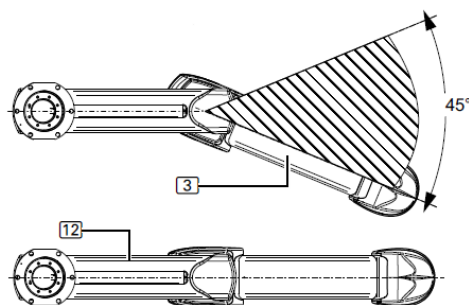

Fig.68 Sistema de doble brazo doble y rodamiento de fricción entre brazos
- Para las versiones con brazo doble y rodamiento de fricción entre ambos se recomienda montar 2 topes de bola (3) (véase Fig.68). La representación detallada ilustra el cojinete intermedio (11) (sin anillo externo) y la posición del tornillo de tope (1) en los topes de bola (3).